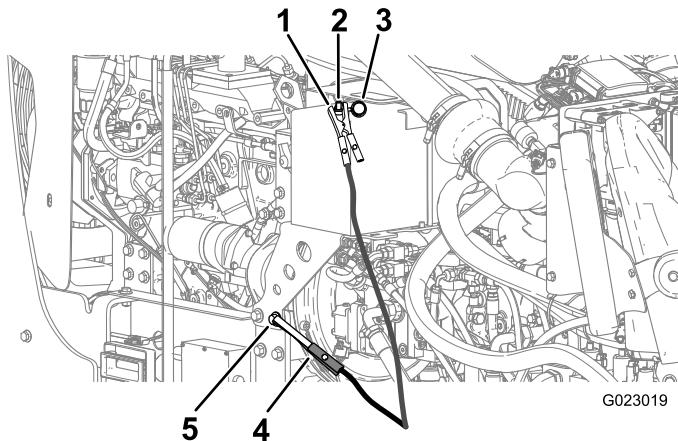

Figura 132
6. Retire a tampa do terminal auxiliar (Figura 132).
7. Conecte o cabo de "chupeta" positivo (+) ao terminal auxiliar (Figura 132).
8. Conecte o cabo de "chupeta" negativo (-) a um ponto de aterramento, como um parafuso não pintado ou perfil do chassi (Figura 132).
10. Quando o motor funcionar, solicite à outra pessoa desconectar o cabo de chupeta negativo (-) da estrutura e em seguida desconectar o cabo de chupeta positivo (+) (Figura 132).